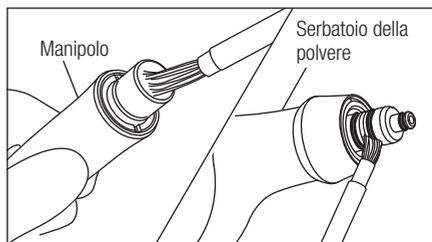

Fig. 17
- 1) Rimuovere la polvere dai collegamenti del manipo e del serbatoio, nonché dalla sezione dell'anello di regolazione. Pulire l'interno del collegamento del manipo con la spazzola di pulizia in dotazione (Fig. 17 a sinistra). Procedere nello stesso modo per pulire i collegamenti del serbatoio della polvere con la spazzola di pulizia in dotazione (Fig. 17 a destra).